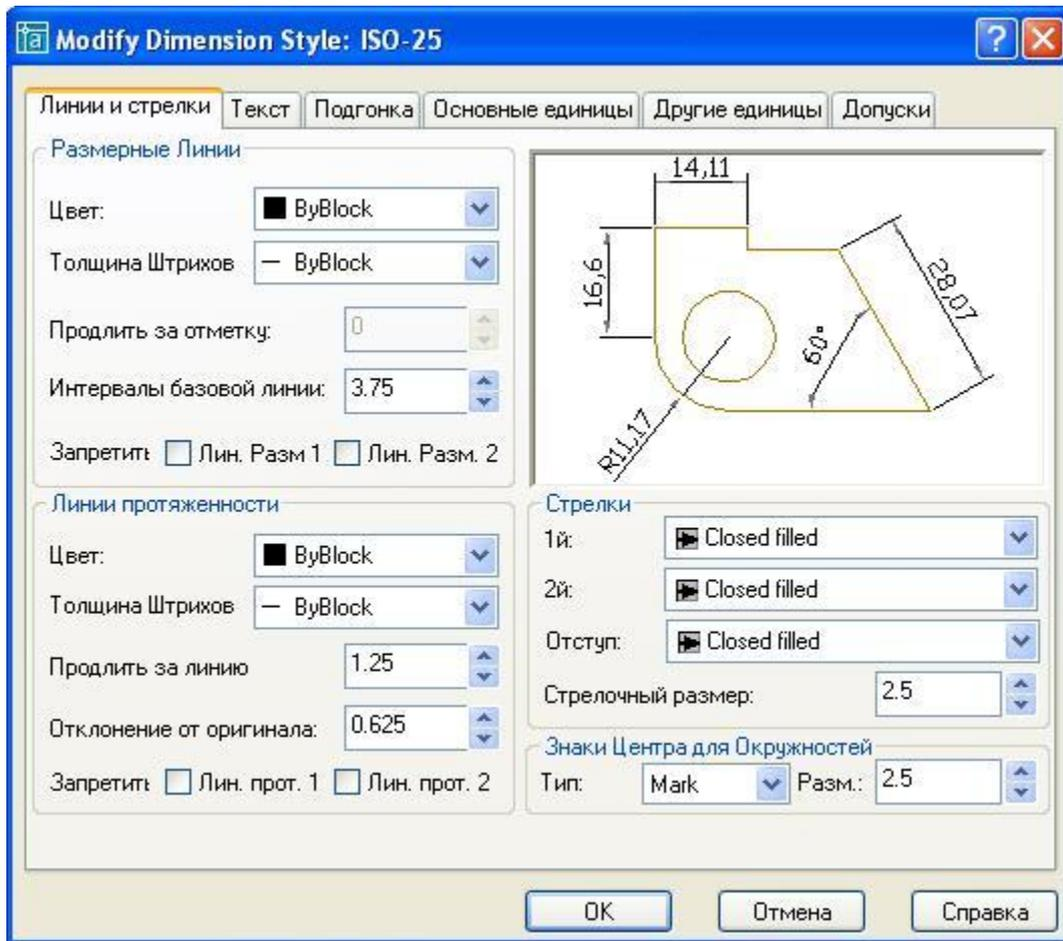

Рис.3.7 Диалоговое окно управления размерными стрелками
2. В открывшемся диалоговом окне **Modify Dimension Style (Настройка стилей размеров): ISO-25** (Рис. 3.7) щелкнуть на вкладке **Линии и стрелки**.